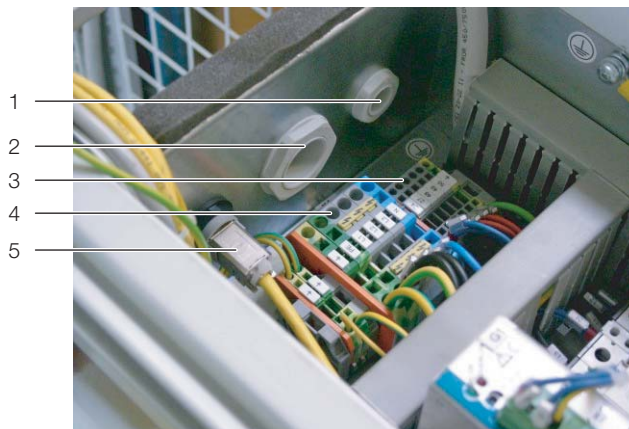

Рис. 29: Клеммы подключения в боксе для электроники
- Если Вы хотите включать и отключать LCP DX с помощью удаленного выключателя: в боксе для электроники удалите перемычку между клеммами 24 и 27 ("Remote On-Off") и подключите к ним удаленный выключатель (замыкающий, рис.. 29, поз. 3).